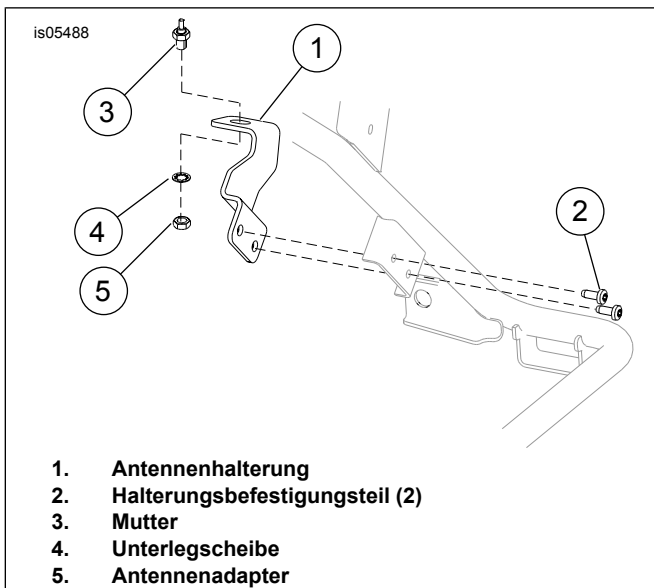
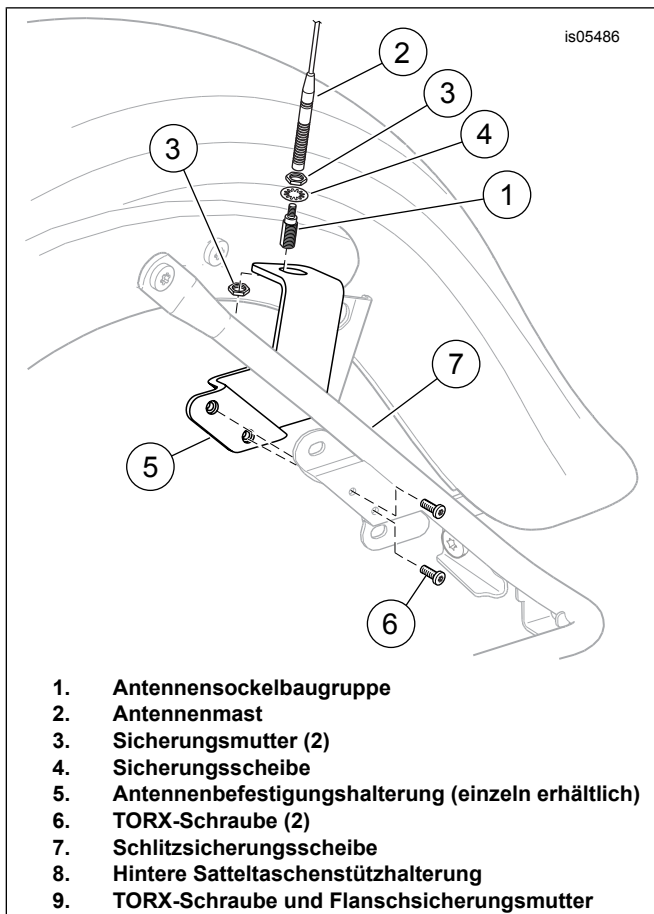
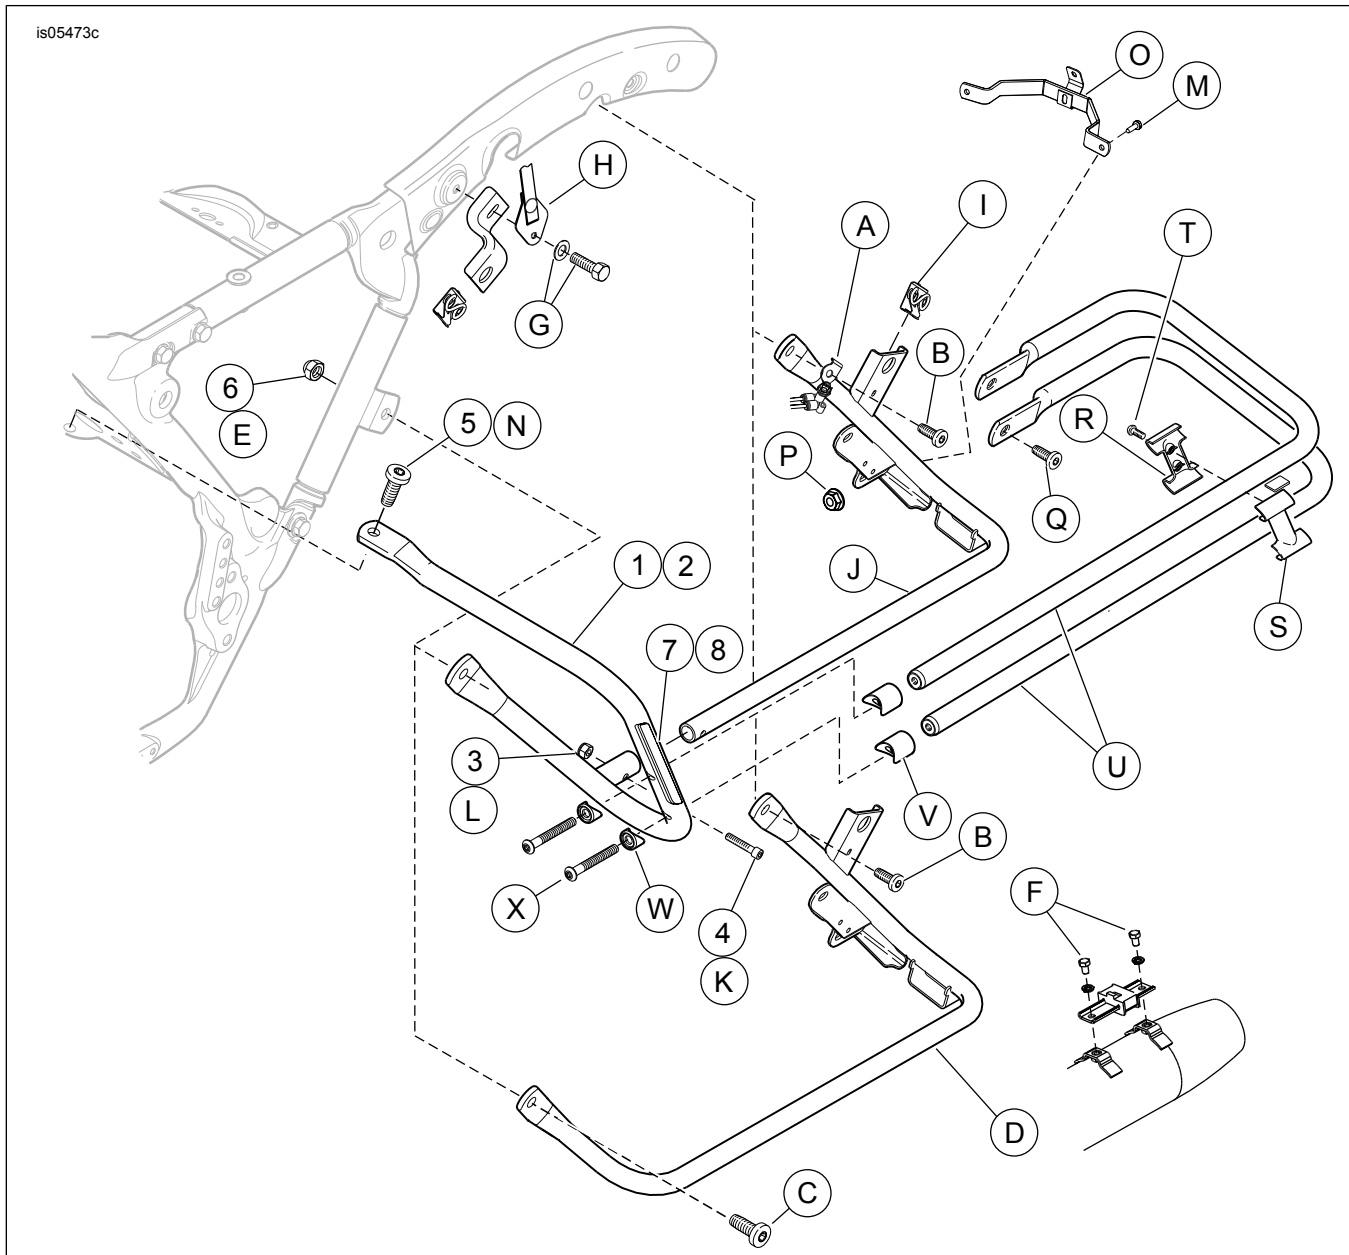

Abbildung 1. Antenne und Halterung ausbauen
Abbildung 2. Antennen-Befestigungshalterung
Abbildung 3. Ersatzteile: Satteltaschen-Schutzbügelset (linke Seite abgebildet)
Siehe Abbildung 3 und Tabelle 1.
2. Siehe Abbildung 3. Die Halterienschraube und Unterlegscheibe (G) entfernen. Halterriemen (H) entfernen. Den Sitz gemäß den Anweisungen im Werkstatthandbuch ausbauen.
1. Siehe Abbildung 3. Die Schrauben (F), die die Satteltaschen-Schutzbügel an den Schalldämpferhalterungen halten, entfernen.
2. Schraube (M) und Mutter (P) entfernen. Schraube (M) für den Einbau aufbewahren. Mutter (P) entsorgen.
3. Die Schrauben (B, N und C) und die Mutter (E) entfernen. Die Schrauben (B und C) zum Einbau aufheben. Mutter (E) and Schraube (N) entsorgen.
4. Die Zapfenbuchse (I) entfernen und für den Einbau aufbewahren.
5. Siehe Abbildung 1. Antennenhalterung (1), Befestigungsteile (2), Antennenbefestigungsmutter (5), Unterlegscheibe (4) und Antennenadapter (3) entfernen. Die Antenne und Befestigungsteile aufheben, aber die Halterung entsorgen.
6. Die Stütze (D) entfernen und entsorgen.
1. **Für FLTR- und FLHX-Modelle:** Siehe Abbildung 3.
- a. Die hintere Satteltaschenhalterung-Befestigungsschraube (B) durch die Luftfederungshalterung (A) und Satteltaschenhalterung (J) einbauen. Die Schraube von Hand anziehen.
- b. Die Schraube (M) und Mutter (P) einbauen (einzeln gekauft). Von Hand anziehen.
- c. Die Zapfenbuchse (I) in der Satteltaschenhalterung (J) einbauen.
- d. Siehe Abbildung 2. Die Antennenhalterung (einzeln gekauft) mit den zuvor entfernten Befestigungsteilen einbauen.
2. Siehe Abbildung 3. Den neuen vorderen Satteltaschen-Schutzbügel (1 oder 2) auf der Satteltaschenhalterung (J) anbauen.
3. Die Schraube (4) und die Mutter (3) anbringen. Von Hand anziehen.
4. Den vorderen Satteltaschen-Schutzbügel mit der oberen Schraube (5) und der unteren Schraube (C) mit der Mutter (6) befestigen. Von Hand anziehen.
5. Die vordere obere Schutzbügelsschraube (5) auf ein Drehmoment von 43–49 N·m (32–36 ft-lbs) anziehen.
6. Die untere Schraube (C) und die Mutter (6) auf ein Drehmoment von 43–49 N·m (32–36 ft-lbs) anziehen.
7. Die Satteltaschenstützschraube (4) und die Mutter (3) auf ein Drehmoment von 8–11 N·m (70–100 in-lbs) anziehen.
- b. Die Schutzblechhalterungsschraube (M) und Mutter (P) auf ein Drehmoment von 20–27 N·m (15–20 ft-lbs) anziehen.
- c. Den Schalldämpfer mit den Schrauben (F) befestigen und den Holzklötz entfernen. Die Schrauben auf ein Drehmoment von 10,8–16,3 N·m (96–144 in-lbs) anziehen.